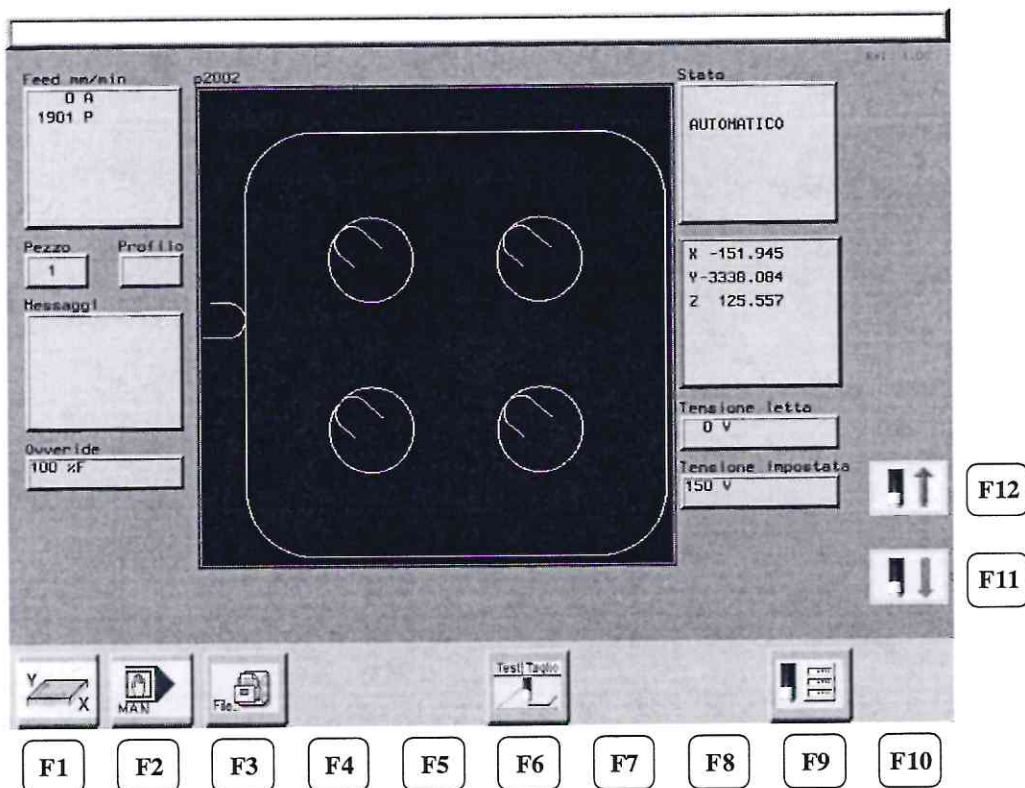
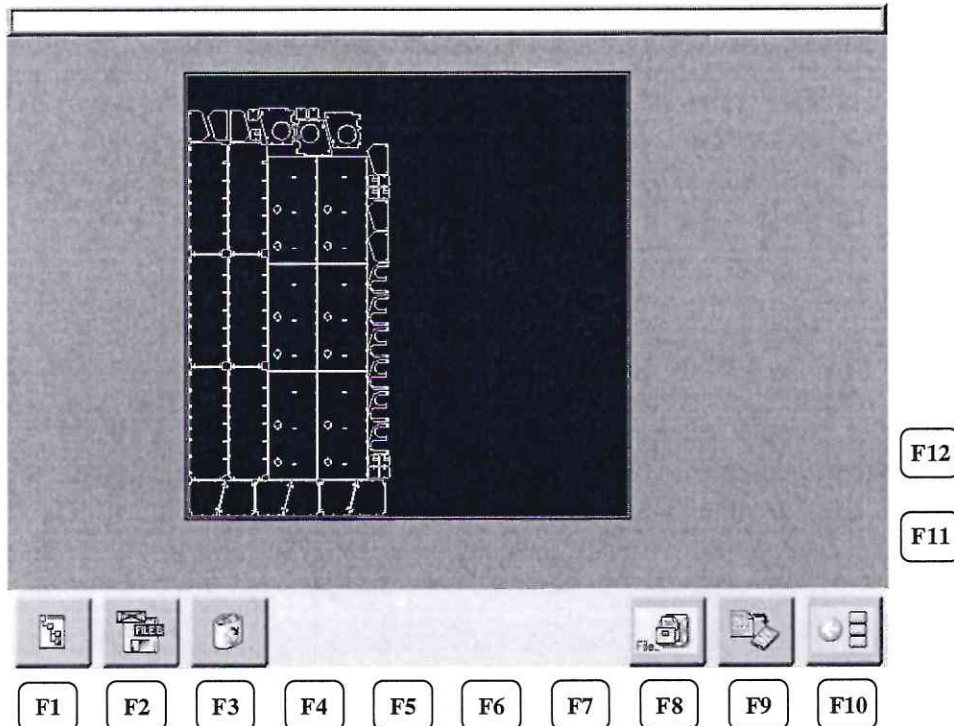

Figura 3
Figura 4
- **Selezione del file da tagliare.** Al termine della procedura di azzeramento premere il tasto F3 File (vedi figura 3), F8 Carica file (figura 4), selezionare il programma "Primo001.ISO" (o in generale il programma che si vuole tagliare), premere ENTER. Se il programma è corretto e di comparirà una rappresentazione grafica dello stesso (l'anteprima grafica può essere interrotta dalla pressione del tasto STOP). Premere F1 per centrare l'immagine, premere F10 per passare alla schermata principale.